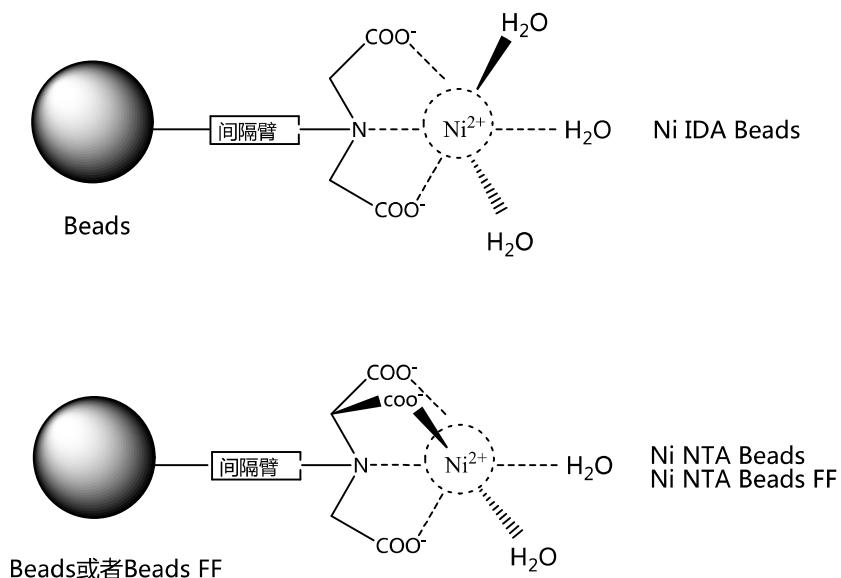

图 1. Ni IDA Beads, Ni NTA Beads 和 Ni NTA Beads 6FF 化学结构示意图
**Ni NTA Beads 6FF** 是以高度交联的 6% 琼脂糖凝胶为基质，配体与 Ni NTA Beads 相同（产品结构见图 1 所示），具体性能见表 1。**Ni NTA Beads 6FF** 除了可以耐受苛刻的试剂条件（见表 2）外，因其耐压的基质，可以耐受最高 0.3 MPa 的压力，更稳定，因此该产品更适合用于工业大规模蛋白的纯化，可以在相对较高的流速下，实现对目的蛋白的纯化。